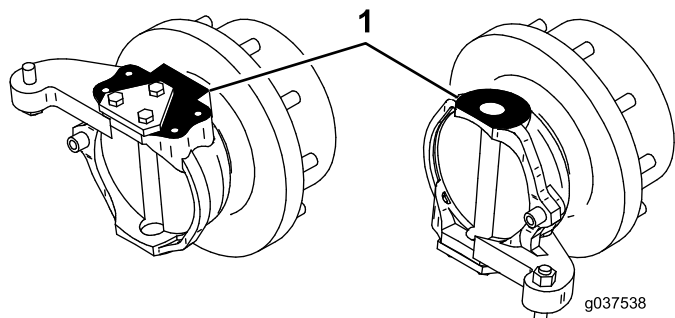

Figura 2
1. Retire la pintura y limpie las superficies superior e inferior del cubo en las ubicaciones que se muestran en Figura 2.